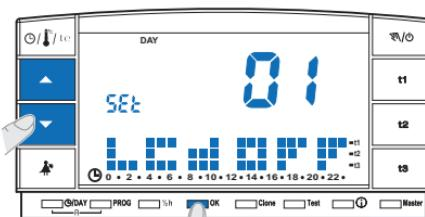

fig. 72
- Sur la page-vidéo d'affichage du contraste de l'écran (exemple en fig. 69), appuyer sur les touches **▲▼** pour visualiser le niveau "01" **Lcd OFF** (exemple en fig. 72). *Remarque: il est possible de revenir au programme normal en attendant le time out (3 minutes) ou en appuyant sur la touche ①.*